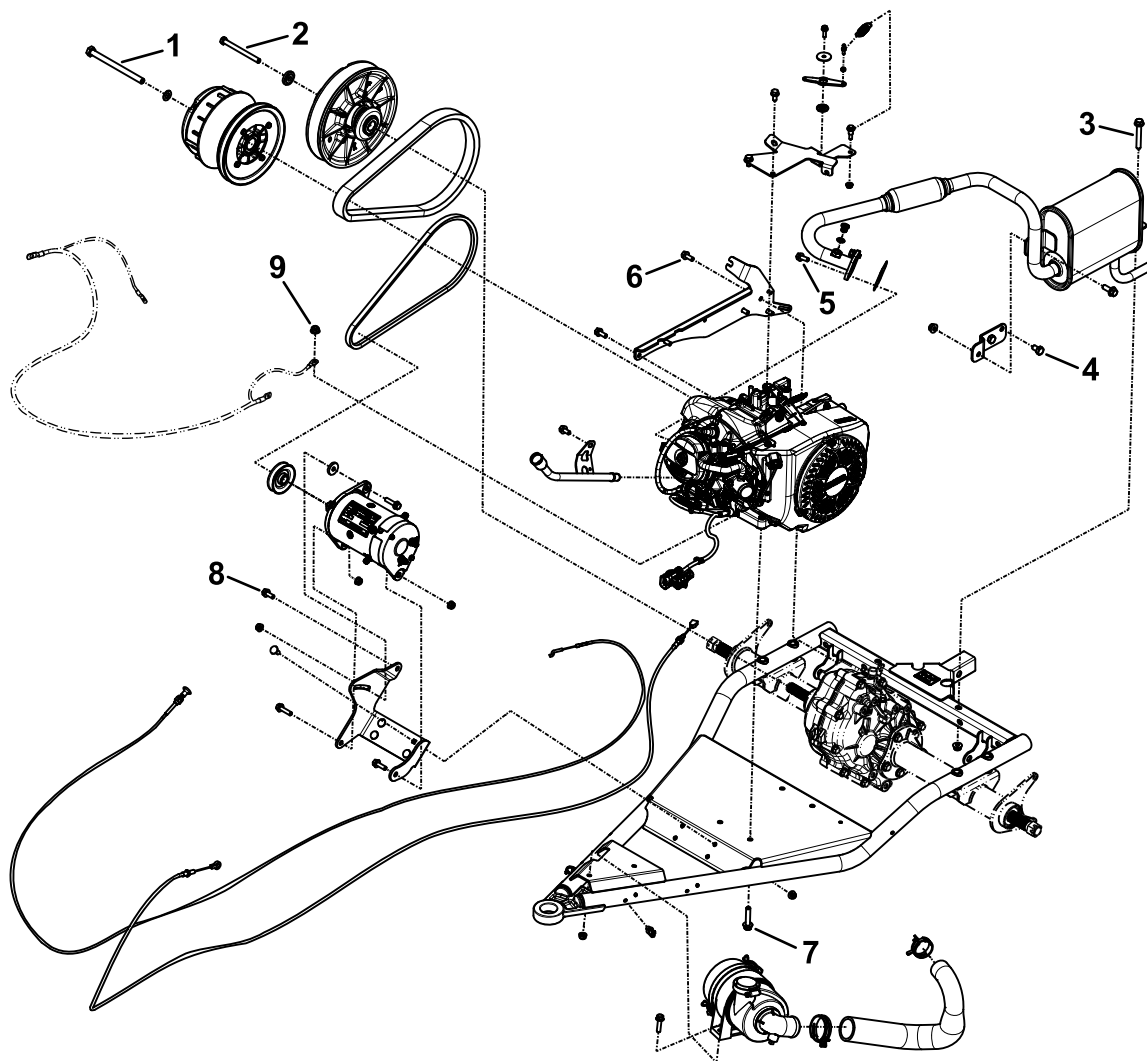

Figura 12
2. Serrate tutti i dispositivi di fissaggio secondo le specifiche previste, come mostrato nella Figura 12.